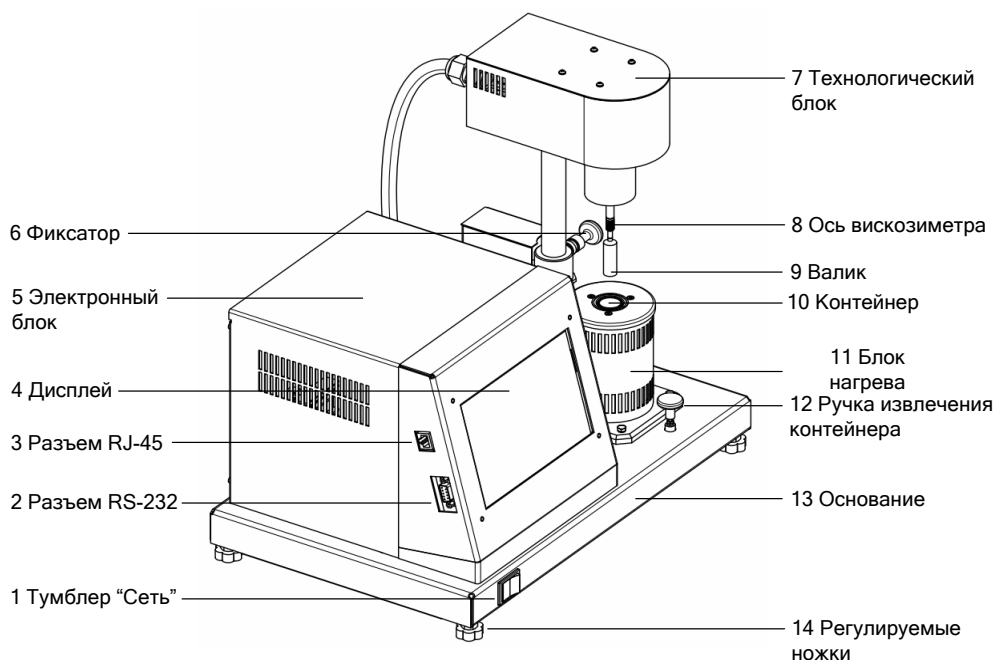
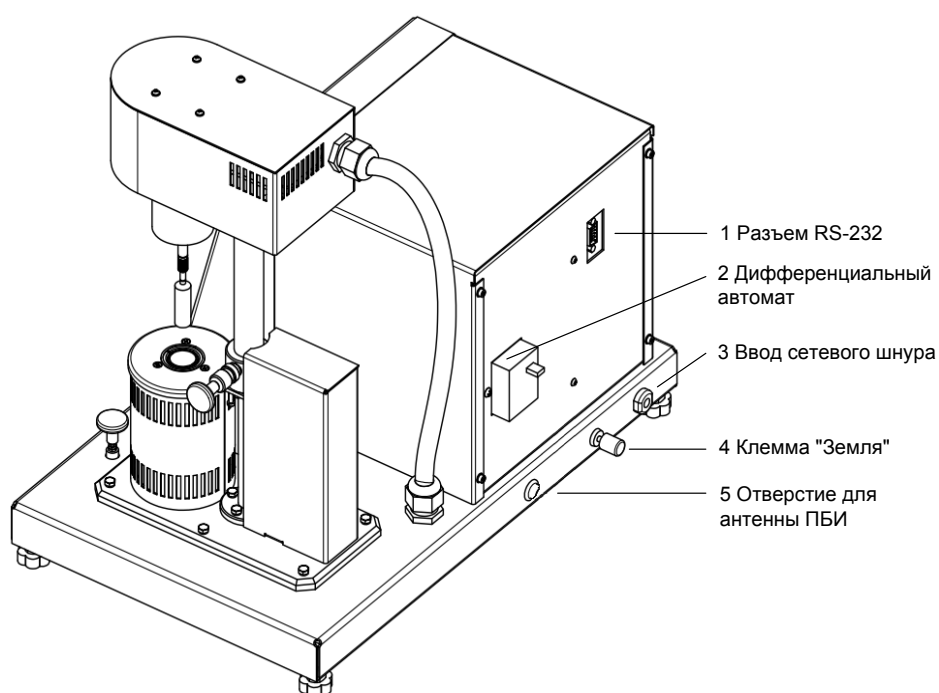
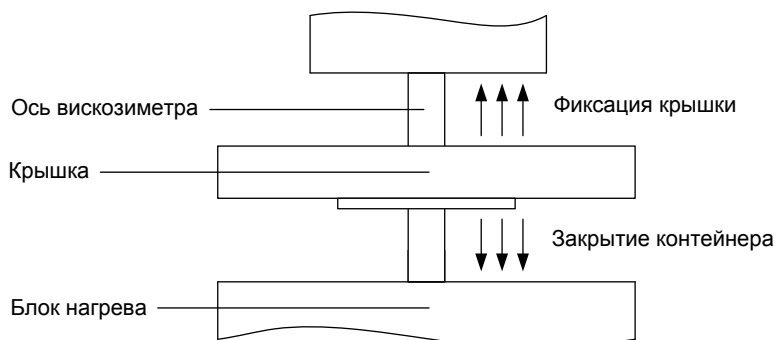
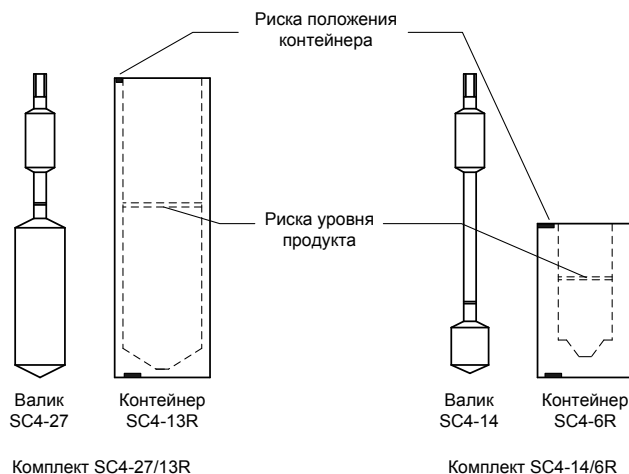

Рисунок 1 - Устройство вискозиметра
Рисунок 2 - Вид сзади
Рисунок 3 – Крышка
Рисунок 7 – Пары контейнер/валик
2.3.2.7 На задней стенке электронного блока (см. рисунок 2) располагаются:
- разъем RS-232 (1);
2.3.2.8 На задней стенке основания (см. рисунок 2) находятся:
- ввод для сетевого шнура (3);
- клемма «Земля» (4) для заземления вискозиметра;
- отверстие для установки антенны ПБИ (5).
- 2.3.3.5 После достижения заданной температуры контейнер (10) (см. рисунок 1, с 3), заполненный продуктом до уровня риски (см. рисунок 7, с 6), устанавливается в блок нагрева (11) (см. рисунок 1, с 3). Крышка (см. рисунок 3, с 4), устанавливается на ось вискозиметра. Валик (9) (см. рисунок 1, с3), устанавливается на резьбовое соединение оси вискозиметра.
- 2.3.3.6 Затем необходимо освободить фиксатор (6) (см. рисунок 1, с 3), и опустить технологический блок в нижнее положение. Крышку (см. рисунок 3, с 4) необходимо опустить в нижнее положение, на блок нагрева.
3.3.1 Подключить вискозиметр к сети питания. Включить дифференциальный автомат, расположенный на задней стенке электронного блока (см. рисунок 2, с 4). Включить вискозиметр тумблером «Сеть» (см. рисунок 1, с 3).
3.3.2 При использовании программ *ЛинтеЛ*® - Линк¹ необходимо установить на вискозиметр антенну¹ (см. рисунок 2, с 4) и плату¹ устройства беспроводной связи. Установка антенны производится в гнездо на задней панели вискозиметра.